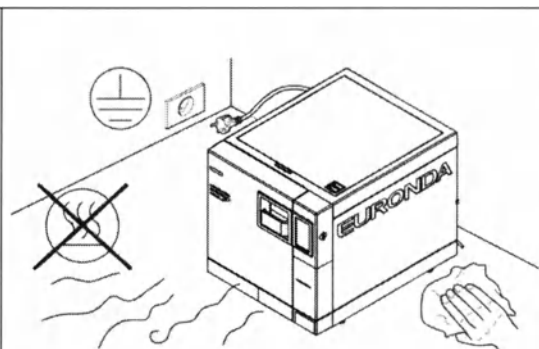

Рис. 6.1-4
Не устанавливайте оборудование в местах с плохой вентиляцией (Рис. 6.1-4).
- Не устанавливайте автоклав рядом с источниками нагрева (Рис. 6.1-4).